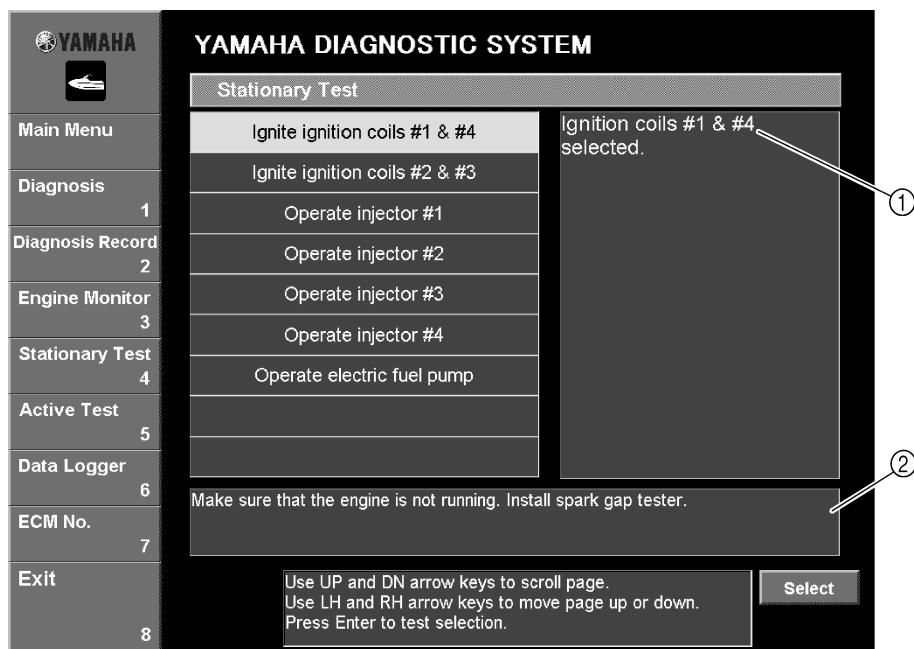

Fig. 39
1. Select the test that you wish to perform by either clicking it or pressing the up or down arrow keys on your keyboard. (Fig. 39)
4. Select the cylinder number where the spark gap tester is connected, and then click the **Select** button or press the Enter key on your keyboard. (Fig. 39)
- Sélectionner le test à effectuer en cliquant dessus ou en utilisant les touches haut ou bas du clavier (Fig. 39).
- Sélectionner le numéro de cylindre auquel le testeur de longueur d'étincelle est relié puis cliquer sur le bouton **Select** ou appuyer sur la touche Entrée du clavier (Fig. 39).
- Wählen Sie den Test, den Sie durchführen möchten, entweder durch Anklicken oder durch Benutzung der Pfeiltasten auf Ihrer Tastatur aus. (Abb. 39)
- Wählen Sie die Zylindernummer, an welcher der Zündfunkentester angeschlossen ist, und klicken Sie dann auf **Select** oder drücken Sie die "Enter"-Taste auf Ihrer Tastatur. (Abb. 39)
- Seleccione la prueba que desea realizar, haciendo clic en ella o bien pulsando la flecha arriba o abajo del teclado. (Fig. 39)